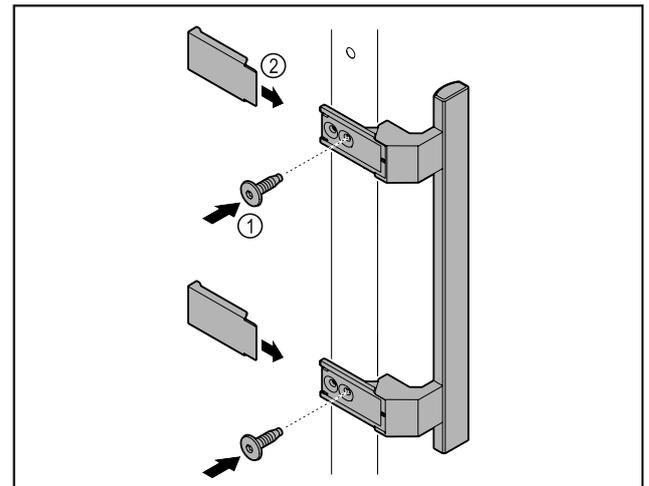

Fig. 5
- ▶ Fixer la poignée à la porte à l'aide des vis Fig. 5 (1) fournies.
- ▶ Poser les caches Fig. 5 (2).